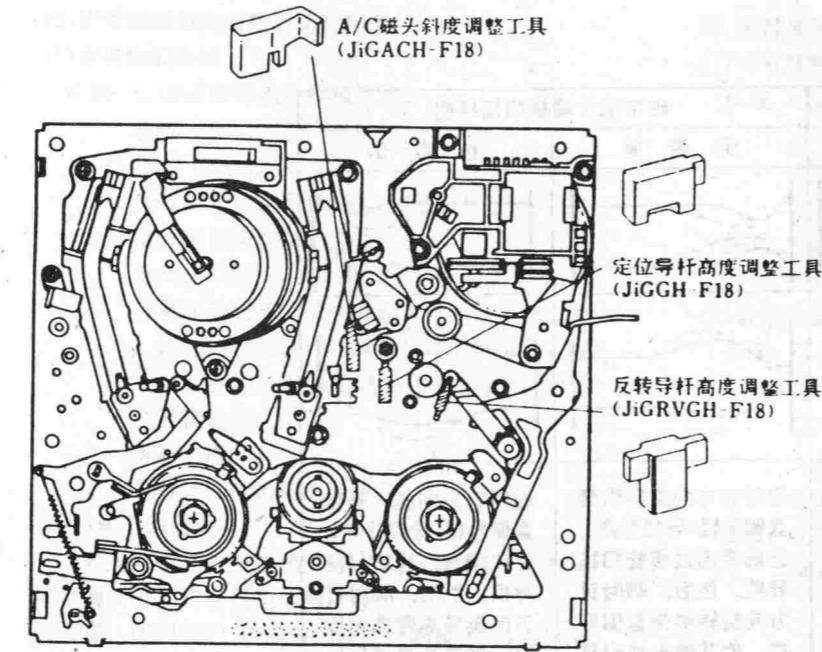

图38
⑩将录像机置于出盒状态,按图38所示把A/C磁头斜度调整工具安置于主机芯底盘上,然后用十字螺丝刀慢慢地旋转斜度调整螺丝⑥,直至斜度调整工具与A/C磁头间的间隙完全消失为止。